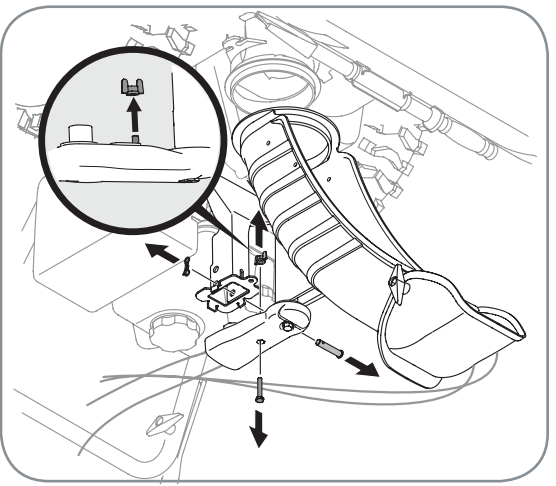

Figure 3-2
2. Retirez l'écrou à oreilles et la vis hex. qui se trouvent sur la commande de la goupille ainsi que la goupille fendue et l'axe de chape sur le support de la goupille. Voir la Figure 3-2. Positionnez la goupille (tournee vers l'avant) sur sa base.